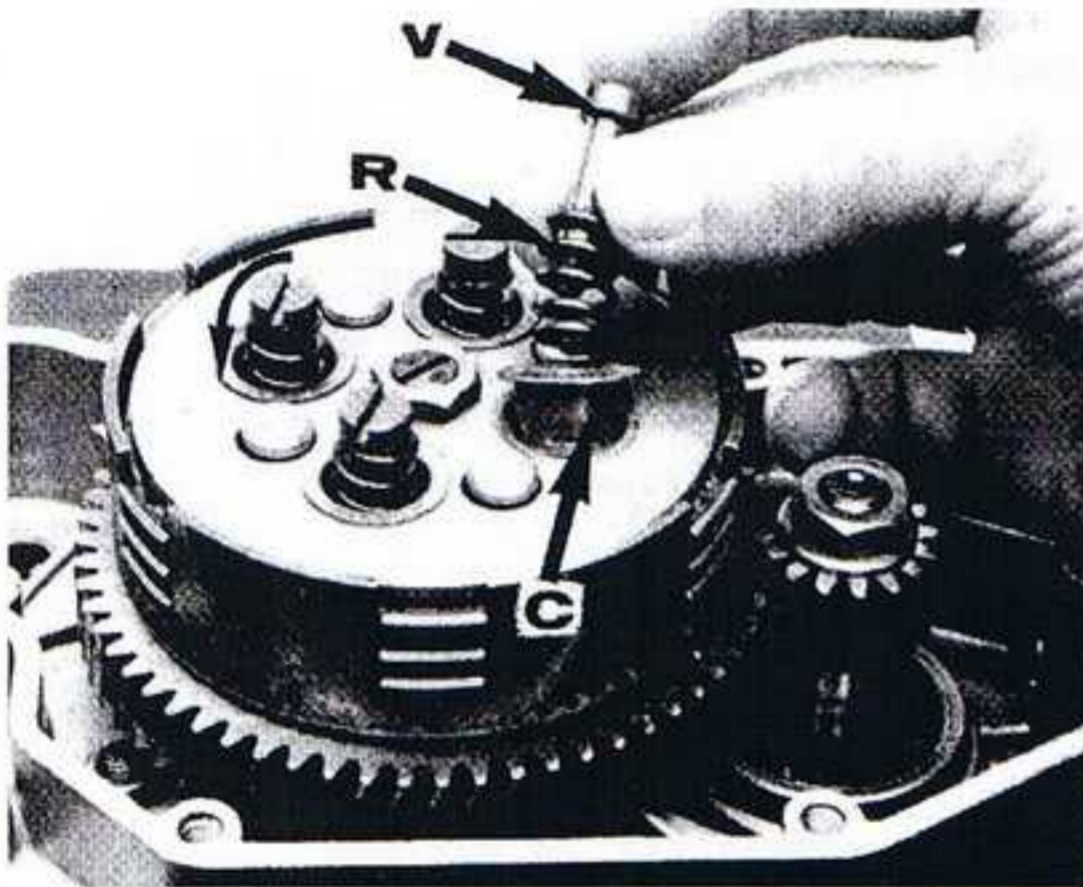

fig.8
- Dévisser les 4 vis (V).
- Enlever les 4 ressorts (R) et les 4 coupelles (C) (fig.8).